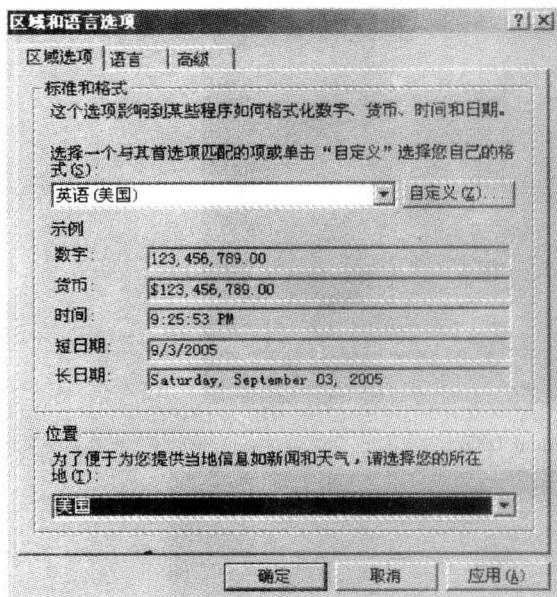
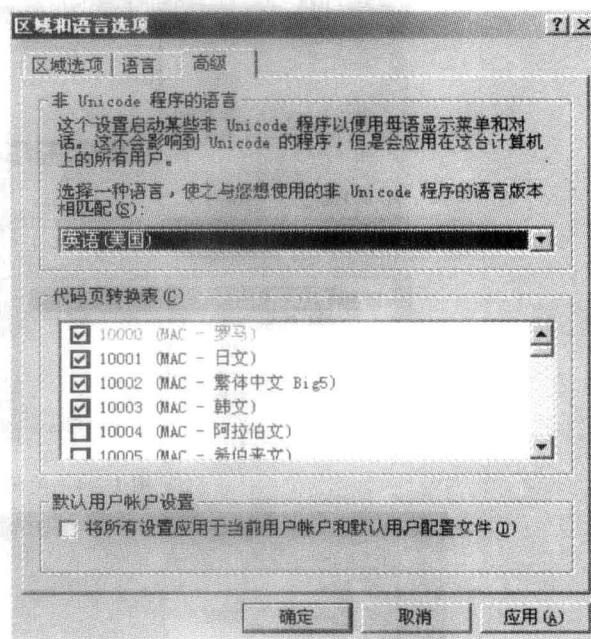

图 1-2 “区域和语言选项”对话框
图 1-3 “高级”选项卡
① 选择 [开始]/[设置]/[控制面板] 命令，弹出“控制面板”窗口，双击“区域和语言选项”，打开“区域和语言选项”对话框，如图 1-2 所示。
② 在“区域选项”选项卡的“标准和格式”区域中选择“英语（美国）”，在“位置”区域中选择“美国”。
③ 单击“高级”选项卡，如图 1-3 所示。在“高级”选项卡的“非 Unicode 程序的语言”区域中选择“英语（美国）”。
④ 单击“确定”按钮，系统会提示重新启动计算机，当重新启动系统后，设置即可生效。
⑤ Protel DXP 的安装方法与安装其他软件基本相同，只需在安装盘中双击安装程序，然后按照提示进行操作即可。安装成功后，必须将语言设置更改为原来的设置，否则系统中其他软件无法正常使用。